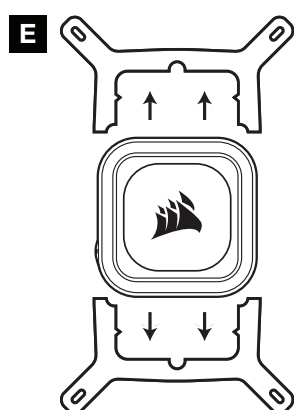

Figura 1
- > Remova o suporte de montagem Intel integrado (Figura 1).